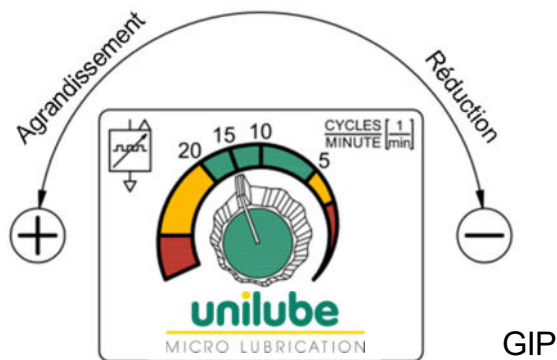

Fig. 11 : Générateur d'impulsions pneumatique (GIP) - réglage du nombre de cycles ( $5 \div 20$  impulsions/min)
8.2.4 Augmenter le nombre de cycles du générateur d'impulsions pneumatique à environ 60 (-120) impulsions/minute (fig. 11 et chapitre 6.3). Pour la version avec distributeur de pompe électrique (option), sélectionner le réglage pour la purge dans la commande de la machine (en fonction de la programmation du client).